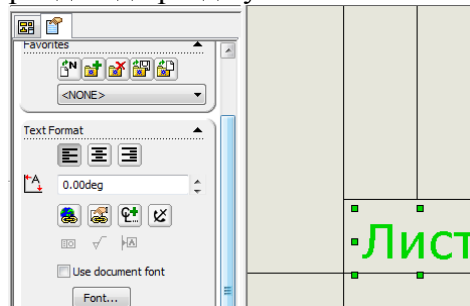

Рис. 8.2.14. Визначення властивості замітки «Лист»
15. Зв'язування заміток з властивостями документа. Виберіть замітку «ЛИСТ» і у менеджері властивостей перейдіть до розділу **ФОРМАТ ТЕКСТА**(рис. 8.2.14)